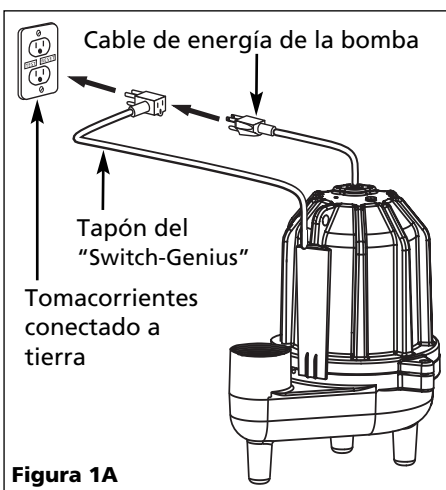

Figura 1A
11. Este equipo está diseñado sólo para funcionar en circuitos de 120 voltios (monofásicos) y está equipado con un cordón eléctrico de 3 cables y 3 terminales para conexión a tierra tal como se muestra en la Figura 1A y 1B.